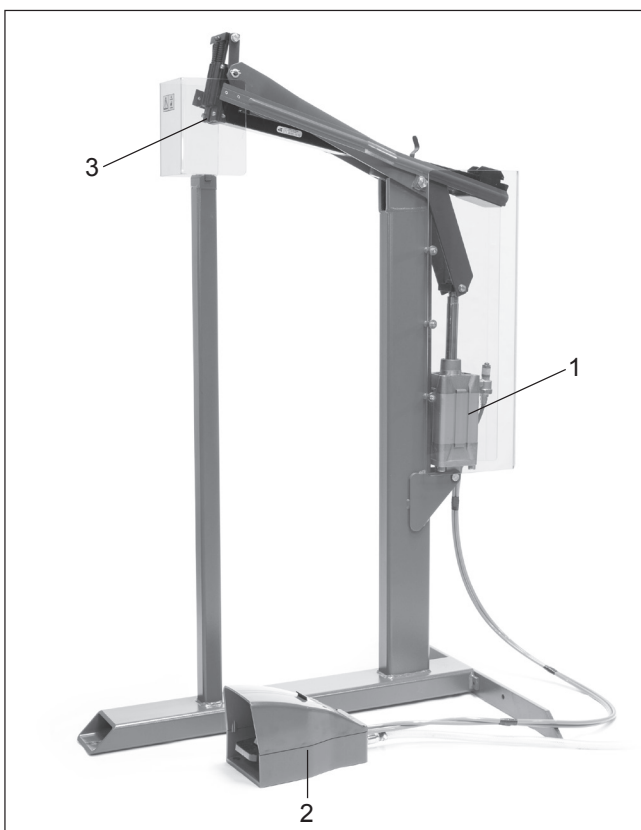

Fig. 2
1. Le vérin pneumatique (Fig. 2/1) est activé par la pédale (2/2).
2. L'activation de la pédale déclenche la pression du vérin (Fig. 2/3) contre le carton ondulé positionné manuellement.